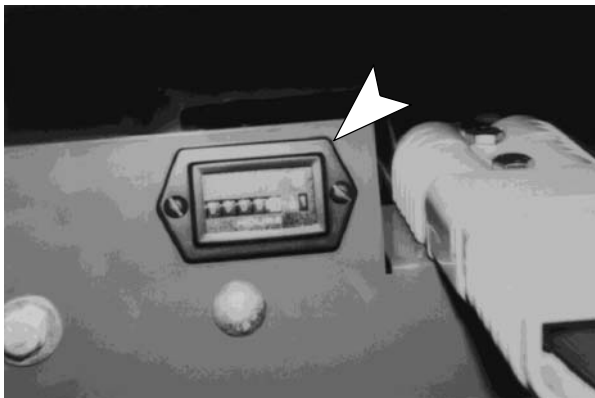

FIG. 12
1. La máquina tiene un contador de horas situado en el interior del compartimento de la batería, junto al conector de la máquina (Figure 12).